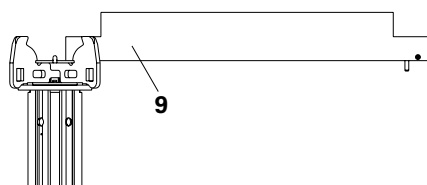

Fig. A5.03
- ao cabeçal de apoio na direcção transversal. (Fig. A5.03)